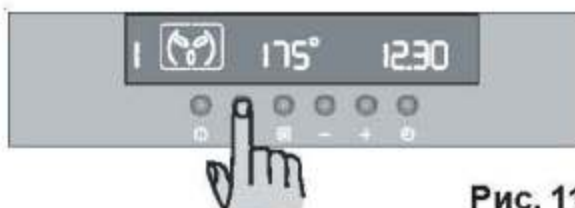

Рис. 11
1) Поставьте блюдо в духовой шкаф, включите духовой шкаф и выберите режим приготовления и необходимую температуру, если это требуется (рис. 11).